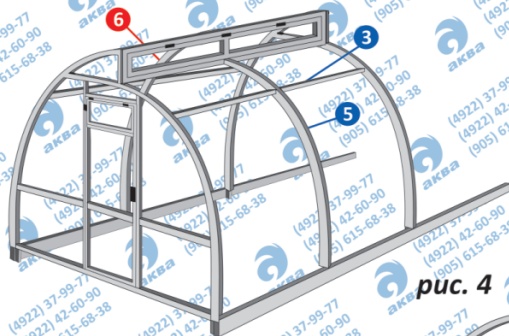

рис. 4
5. Устанавливаем и крепим полудуги (поз. 5) и (поз. 6) и соединителями (поз. 3) как показано на рис. 4.